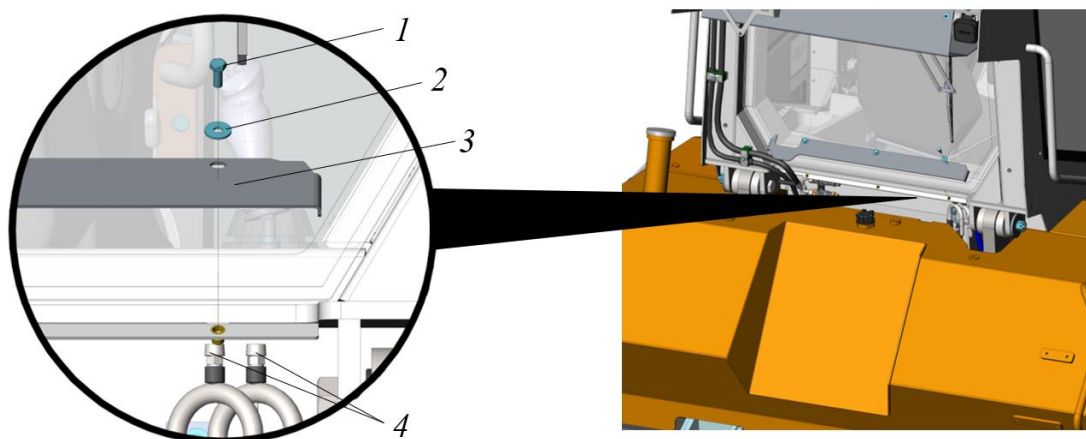

Рисунок 5.46. Процедура удаления воздуха из патрубков системы охлаждения ДВС
- ▶ Ключом  на 13 выкрутить болты 1, снять шайбы 2 и демонтировать декоративную накладку 3, расположенную на задней стороне кабины оператора, см. рис. 5.46.